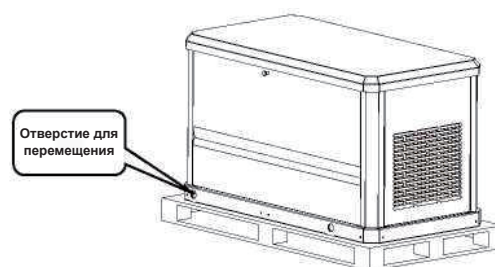

Рис. 2-1
1. Смотрите рисунок 2-1. Снимите внешнюю упаковку.